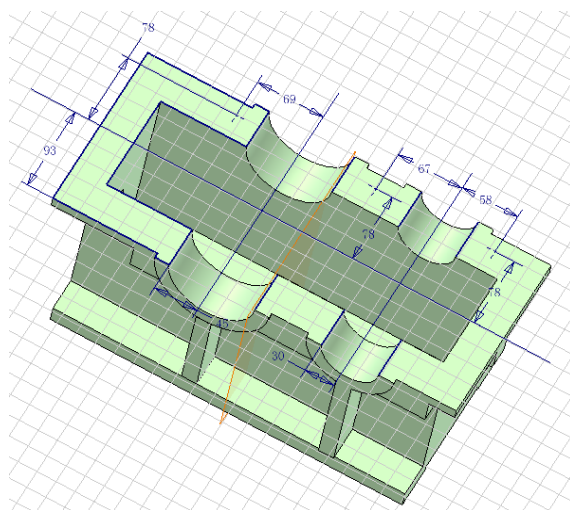

图 9-53 绘制草图并标注尺寸
①在零件的上表面上新建草图，选择【直线】和【点】工具绘制如图 9-53 所示的几何图形，其中，所绘制的直线的作用是作为创建的点的尺寸标注的参考线，所绘制的点则是用来作为打孔的中心。
②单击【草图】标签上的【完成草图】工具按钮，退出草图环境，进入零件特征环境。单击【模型】标签栏【修改】面板上的【孔】工具按钮，打开【打孔】对话框。